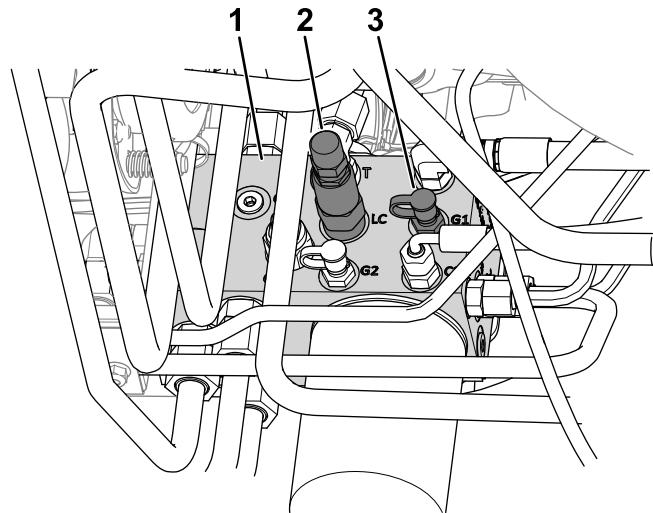

Figure 20
- Branchez un manomètre sur l'orifice de contrôle (identifié par G1 ; voir la Figure 20).
- Tiroir de transfert de poids (LC)
- Sur le côté du collecteur de levage, enlevez le capuchon de la prise d'essai (identifiée par G1 ; voir la Figure 20).
- Desserrez l'écrou de blocage au bout du tiroir de transfert de poids (identifié par LC ; voir la Figure 20).